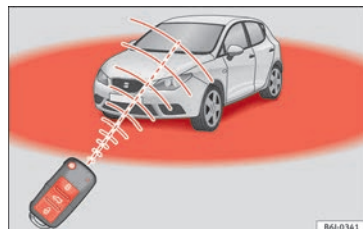

Fig. 123 Radio de acción del mando a distancia por radiofrecuencia.
- El mando a distancia por radiofrecuencia funciona únicamente dentro de su radio de acción » » fig. 123.